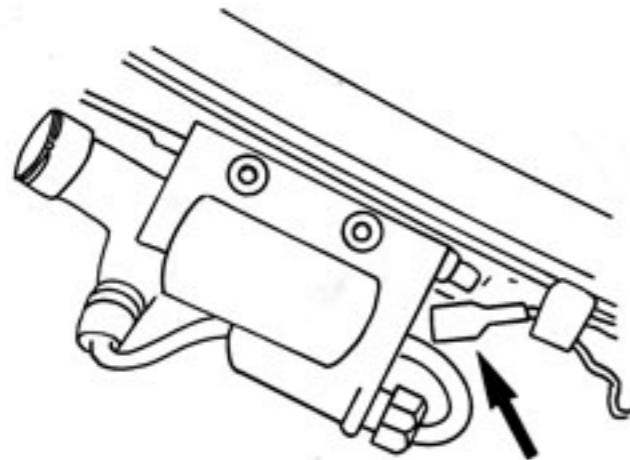

Fig. 1
- Débrancher le fil (gris) de sortie volant à la bobine haute tension (Fig. 1).